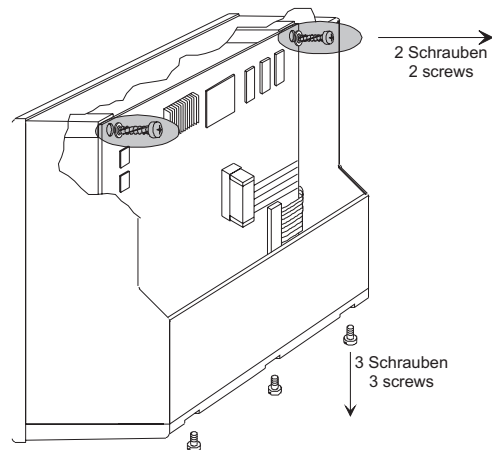

Bild 4-3: Lösen der Hauptplatine und der Anschlussplatte
5. Entfernen sie nach dem Lösen der beiden Befestigungsschrauben der Hauptplatine und der unteren drei Befestigungsschrauben auf der Geräteunterseite die Anschlussplatte und die Hauptplatine. (Bild 4-3)